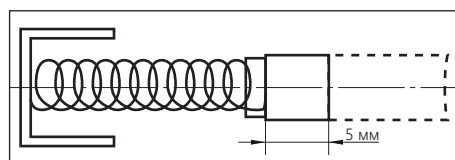

Рисунок 20.
- замените щетки, если пружина повреждена или графитовая поверхность изношена (длина менее 5 мм (рис. 20);